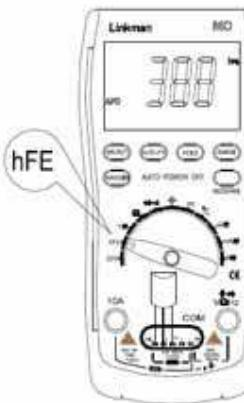

図 16-1
- 1: レンジ切り替えスイッチを「 h_{FE} 」に合わせてください(図 16-1)。